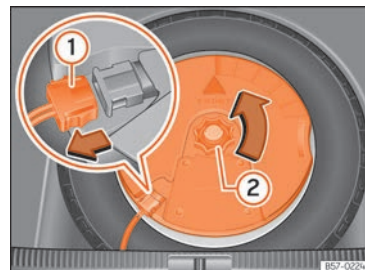

Fig. 318 En el maletero: desmontar el subwoofer.
- Desconecte el cable del altavoz *subwoofer* »» fig. 318 ①.
- Gire la ruedecilla de fijación en sentido contrario a las agujas del reloj ②.